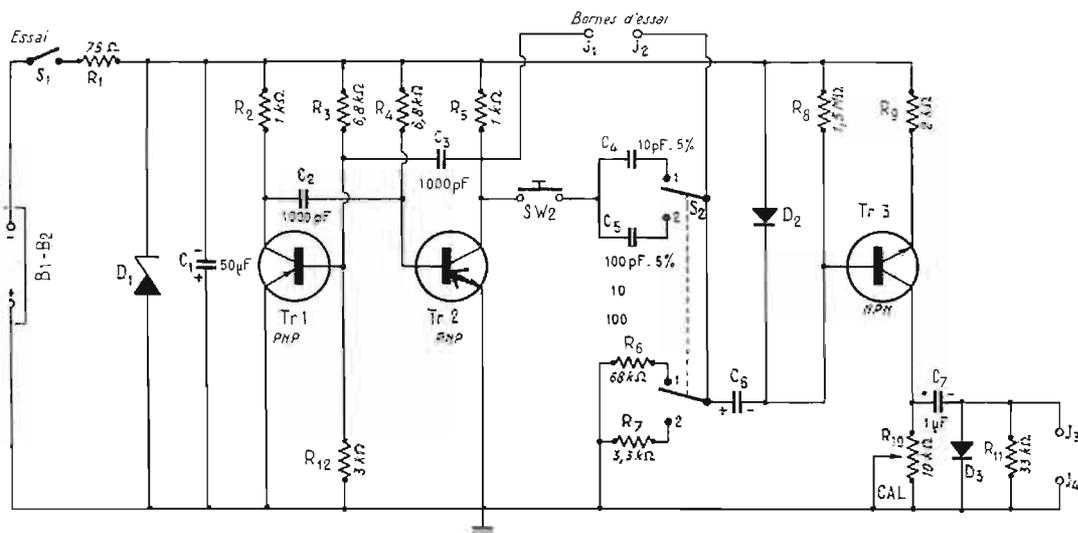

Fig. 6
**Le schéma.** — La figure 6 représente le schéma de l'instrument. La tension d'alimentation est de 18 V qu'on peut obtenir moyennant 2 piles de 9 V en série ou par une autre combinaison. La tension d'alimentation est appliquée par l'intermédiaire de R1 de 75 Ω à la diode Zener D1 qui la stabilise à 15 V, pendant que la tension de la pile est suffisante. Cette diode est du type de 15 V, 0.5 W. Le filtrage de la tension d'alimentation est réalisé par le condensateur électrolytique C1 de 50 μF, 20 V.